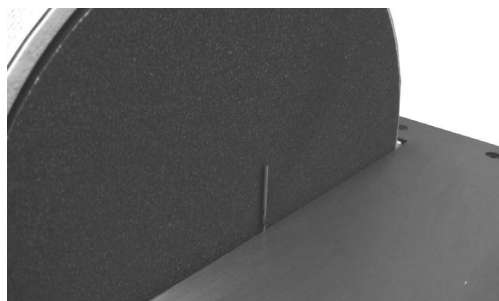

Fig. 05
4. Use una broca de 1/16" como espaciador. Posicione la broca entre el disco y la parte interna de la mesa. Asegure la mesa contra la broca de 1/16" y apriete los cuatro tornillos (mire fig. 05)